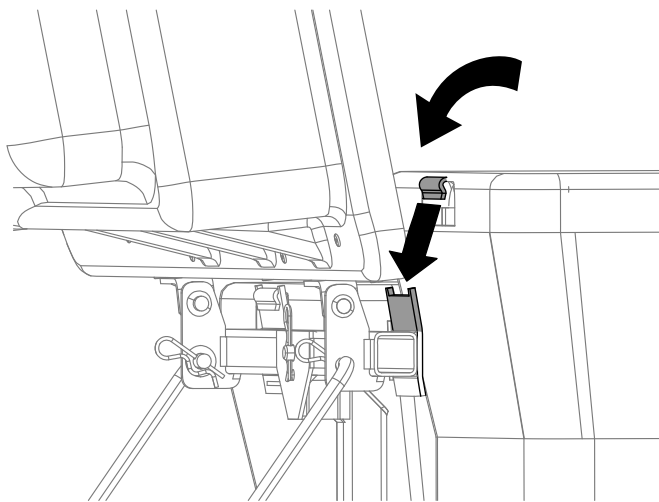

Figura 21
4. Levante la tapa del ensacador e instale las bolsas, colocando el enganche del bastidor de cada bolsa sobre los soportes de retención (Figura 21).